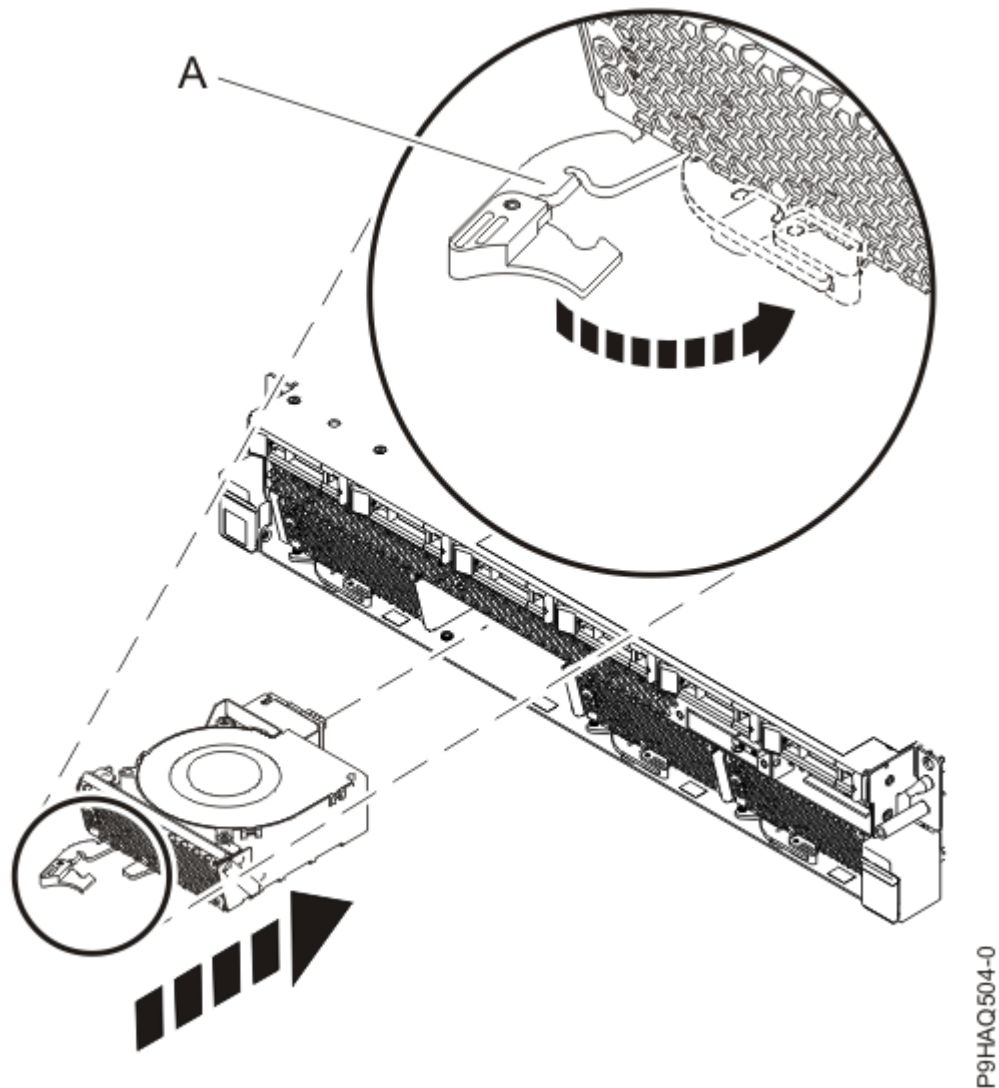

Figure 6. Remplacement d'un ventilateur sur le système
2. Vérifiez que la poignée du ventilateur (**A**) est en position ouverte, comme illustré dans la Figure 6, à la page 8.
3. En maintenant la base du ventilateur avec la main, alignez le ventilateur avec son emplacement et faites-le glisser dans le système. Voir Figure 6, à la page 8.
4. Faites pivoter la poignée du ventilateur (**A**) dans le sens indiqué, puis appuyez sur la poignée jusqu'à ce que le loquet s'enclenche en place. Voir Figure 6, à la page 8.